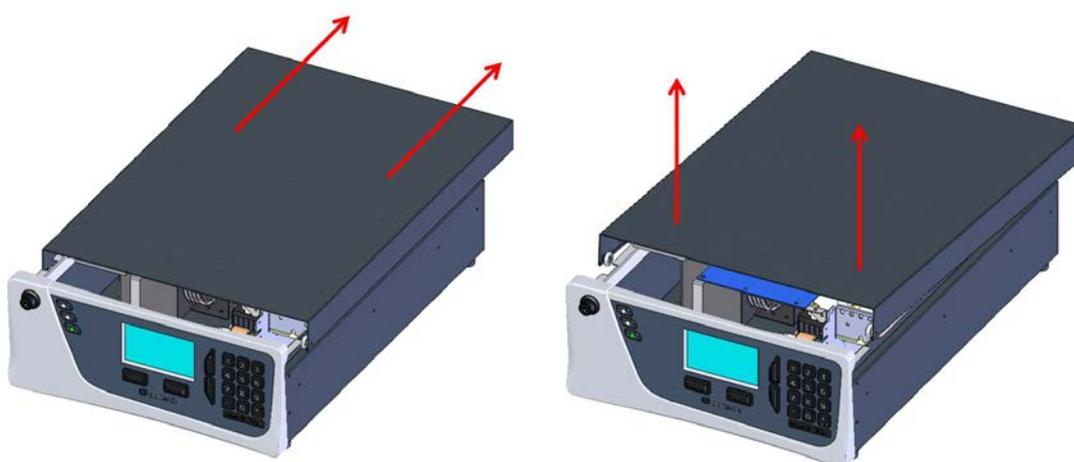

Figure 4 – Ouverture de l’instrument
3. Pour le retirer complètement, le faire glisser vers l’arrière jusqu’à ce que les rouleaux soient alignés avec les espaces de la piste et tirer le couvercle vers le haut pour le sortir de l’instrument (voir Figure 4).